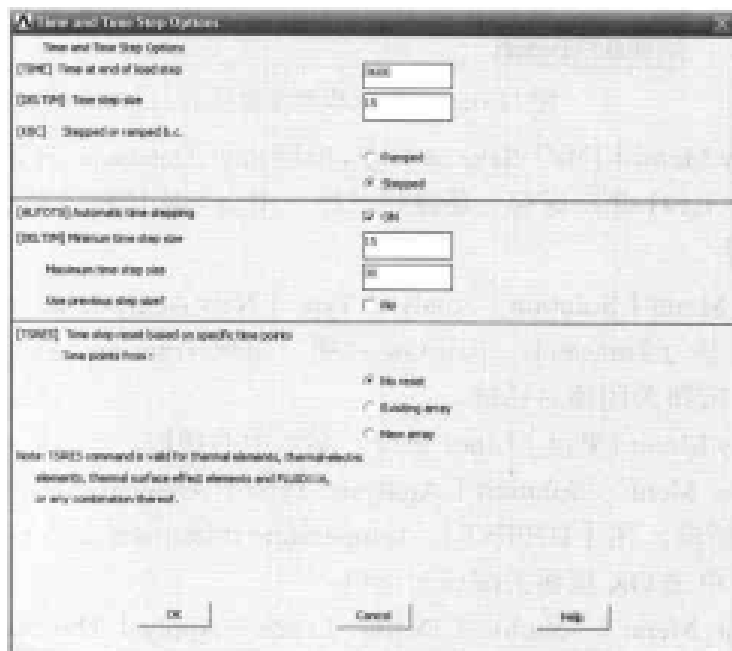

图 11-64 时间和时间步长设置对话框
(6) 选择 Main Menu | Solution | Load Step Opts | Apply | Time/Frequeunc | Time-Time Step 命令, 出现 Time and Time Step Options 对话框, 参照图 11-64 对其进行设置, 单击 OK 按钮关闭该对话框。